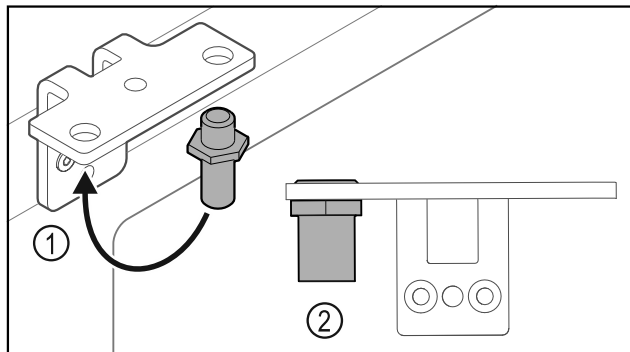

Fig. 28
- Mutați bolțul Fig. 28 (1) în colțarul balamalei.
- Strângeți bolțul Fig. 28 (2) cu **cuplul de 12 Nm**.